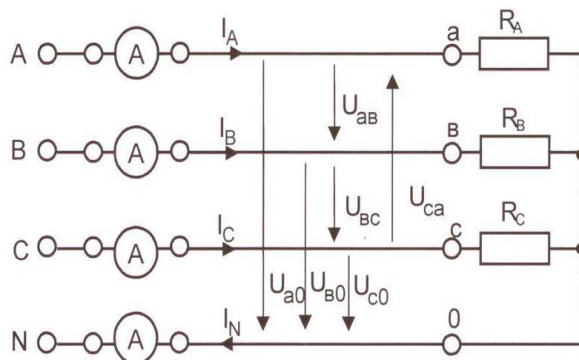
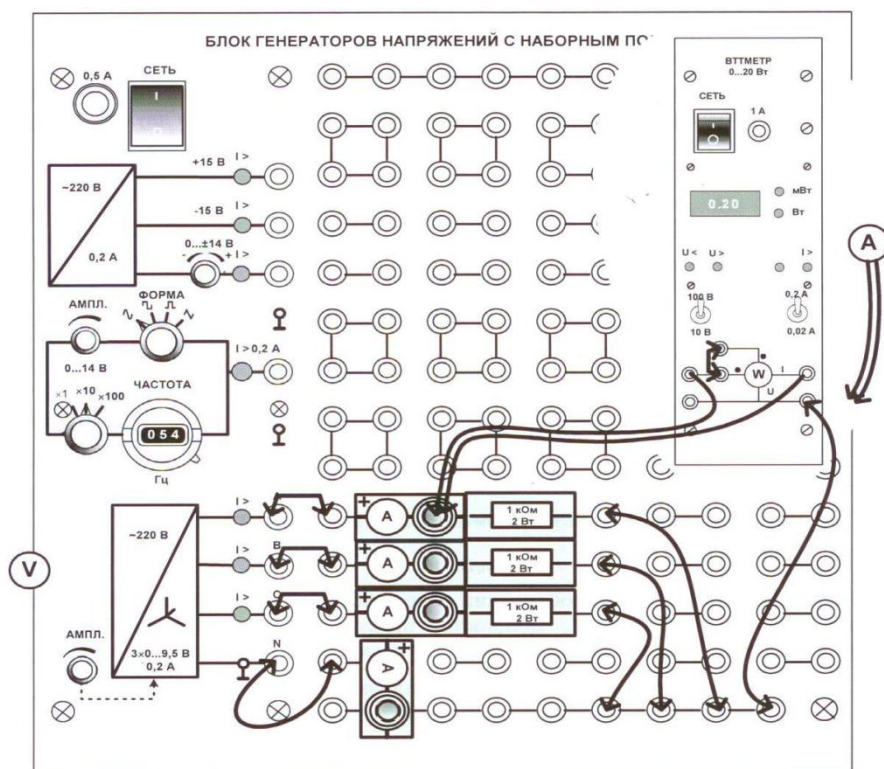

Рис. 10.1. Схема соединения нагрузки звездой
Рис. 10.3. Монтажная схема соединения нагрузки звездой
5.1. Соберите цепь с симметричной активной нагрузкой ($R_A = R_B = R_C = 1$ кОм) согласно принципиальной схеме (рис. 10.1) и монтажной схеме (рис. 10.3).